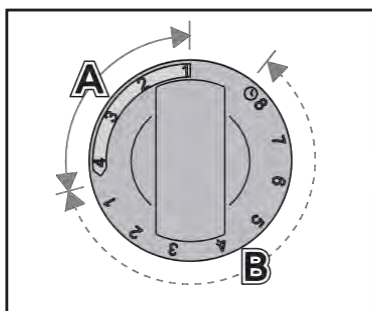

Рис. 1. Таймер
1.1. Укладка камней. Расположение камней в сауне имеет большое значение для эффективности нагревателя (рис. 1).
1.3.1 Переместите указатель таймера в положение «Вкл» (on) (сектор А на рис. 1, 0–4 часа). Сразу же начнется процесс нагревания
1.3.2 Предустановка времени (включение таймера). Установите указатель в сектор предустановки (сектор В на рис. 1, 0–8 часов). Нагреватель включится, когда стрелка таймера установится в положении «Вкл.» (on). После этого нагреватель включится на 4 часа.